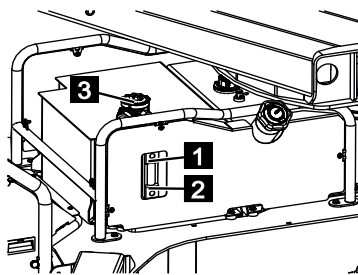

Fig. 238
5. Vérifier le niveau d'huile aux regards maximum (Fig.238/1) et minimum (Fig.238/2).
6. L'huile hydraulique doit être remplie jusqu'à la marque maximale (Fig.238/1). Faire l'appoint d'huile hydraulique si nécessaire.
7. Pour cela, dévisser le couvercle (Fig.238/3).
8. Faire l'appoint d'huile hydraulique jusqu'à la marque maximale du regard (Fig.238/1).
9. Visser le bouchon (Fig.238/3).